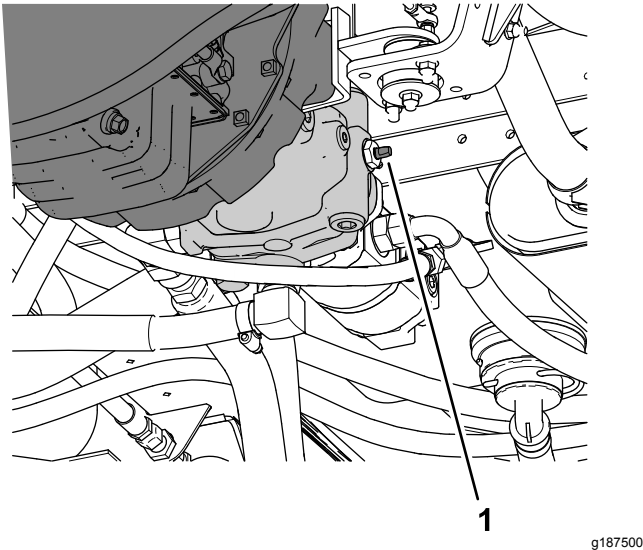

Figura 45
3. Ruotate la valvola di traino (Figura 45) di 90° in una direzione per aprirla.